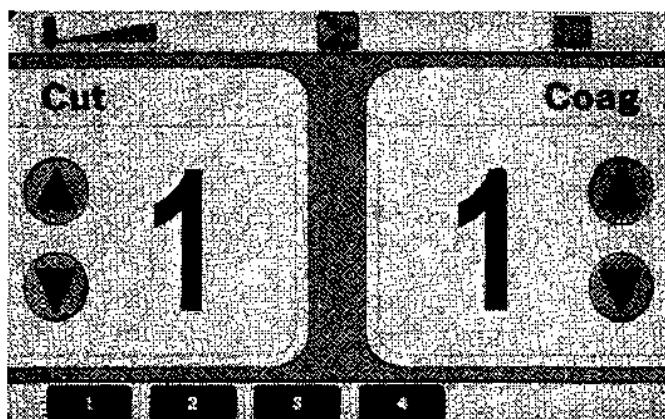

Figura 7. Pannello anteriore indicante lo schermo operativo con dispositivo elettrochirurgico collegato
- Se il generatore viene acceso con un *dispositivo elettrochirurgico collegato* (con o senza l'elettrodo di ritorno del paziente collegato), il generatore visualizza lo schermo indicante i livelli di uscita corrispondenti al pulsante di preselezione 1 per entrambe le modalità di taglio e di coagulazione. Il pannello anteriore indicante questo schermo è illustrato nella Figura 7 nel caso di un elettrodo di ritorno del paziente a foglio doppio.
3. Collegare il dispositivo PEAK PlasmaBlade al connettore del dispositivo elettrochirurgico. Dopo il collegamento, il generatore emetterà un allarme se il dispositivo non viene riconosciuto come un dispositivo PEAK PlasmaBlade, se non supera una verifica o se è giunto alla fine della vita utile. Il display apparirà come illustrato nella Figura 7. Visualizzerà inoltre i livelli predefiniti di uscita della potenza di taglio e di coagulazione. L'indicatore verde nell'angolo superiore destro del display mostra l'impedenza dell'elettrodo di ritorno del paziente con l'uso di un elettrodo di ritorno a foglio doppio.